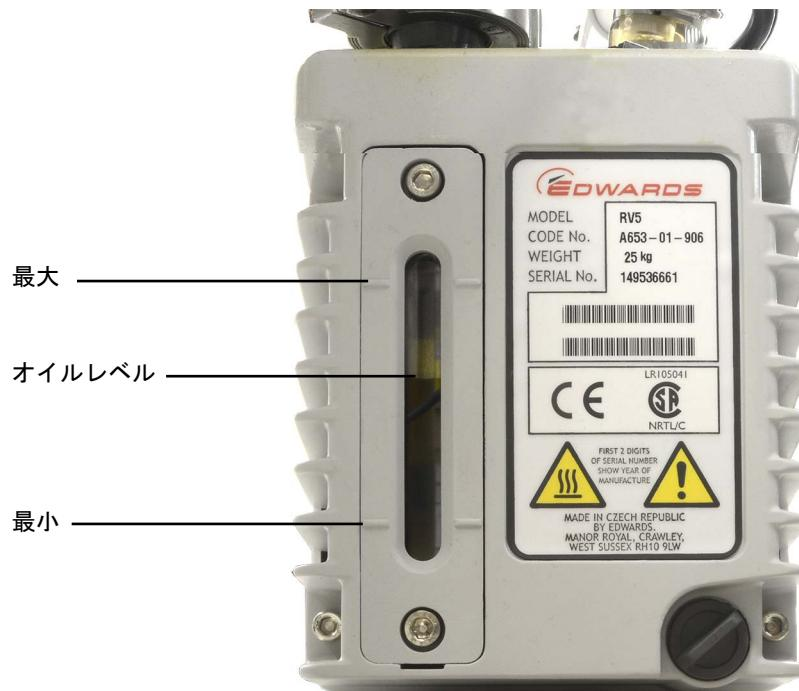

図 16 オイルレベルの確認
- 4 オイルレベルが、オイルレベルウインドウ横の最大マーク付近になるまで新しいポンプオイルを追加します。オイルレベルは最大レベルを超えないようにします。80 ページの図 16 を参照してください。
- 6 オイルレベルが、オイルレベルウィンドウ横の最大マーク付近になるまで新しいポンプオイルを追加します。オイルレベルは最大レベルを超えないようにします。80 ページの図 16 を参照してください。